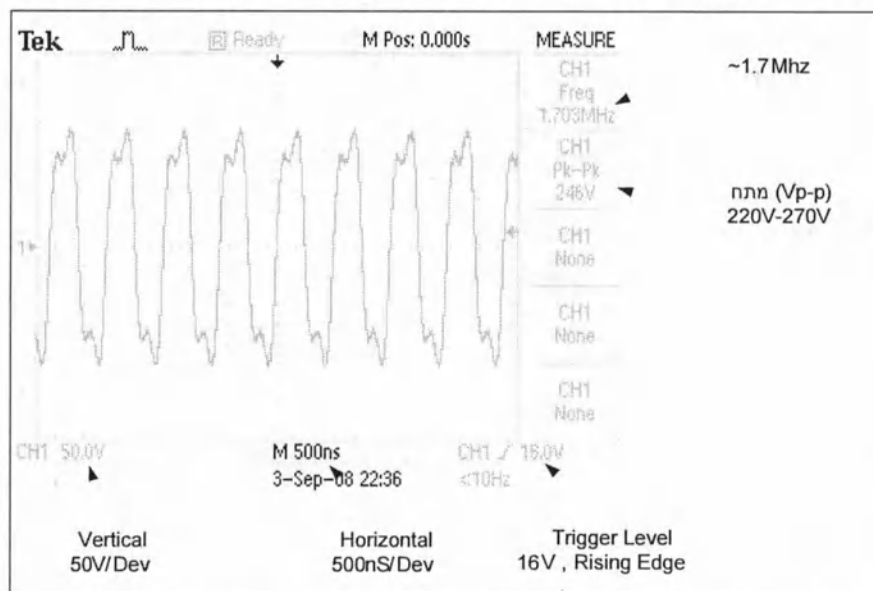

Рисунок 15. Показатели осциллографа на экране
- Выпустите импульс и отмечайте показатели на экране (Рисунок 15).